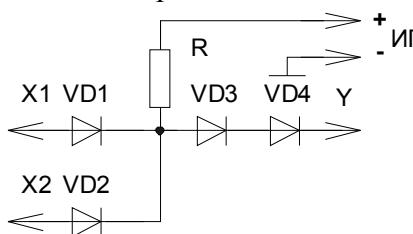

Рис. 169
2. Элемент ИЛИ. В простейшем случае реализуется на полупроводниковых диодах (смотрите рисунок 169). Необходимым условием для работы является: 1) $U_{bx}^1 > U_{ip}$; 2) $R \gg R_{i,pr}$.